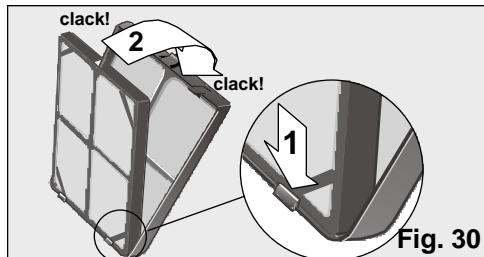

Fig. 30
- Introducir el filtro purificador + posicionador en el filtro base como se muestra en la Fig. 30, teniendo en cuenta que en primer lugar deberá encajarlo en las patillas inferiores.